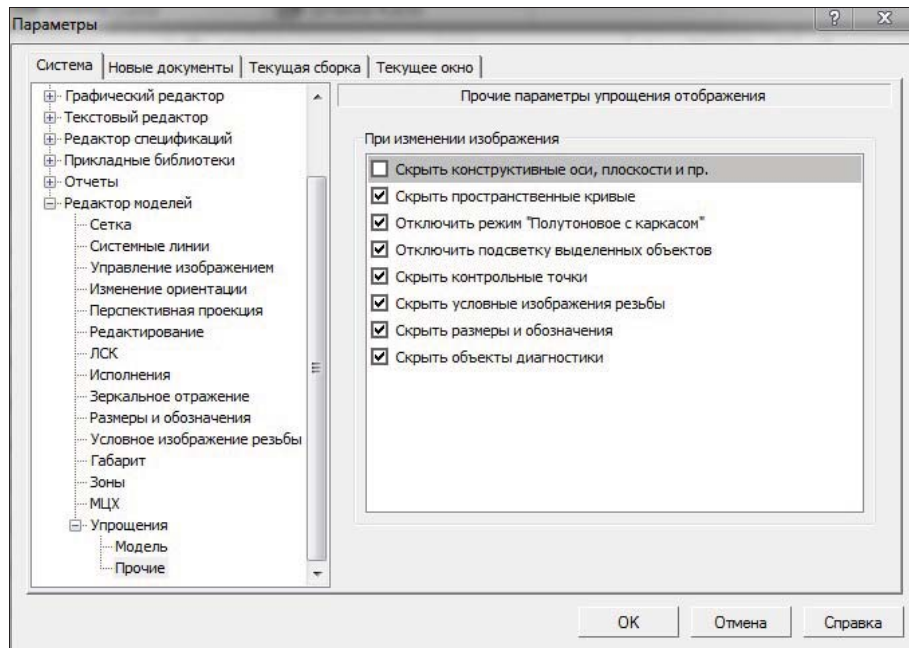

Рис. 27.8. Диалоговое окно Параметры
- ◆ щелкните ЛК по пункту **Прочие**. В правой части на панели **Прочие параметры упрощения отображения** (рис. 27.8) включите дополнительные средства упрощения для ускорения работы в режиме упрощенного отображения. Для этого поставьте "флажки" в следующих окнах: